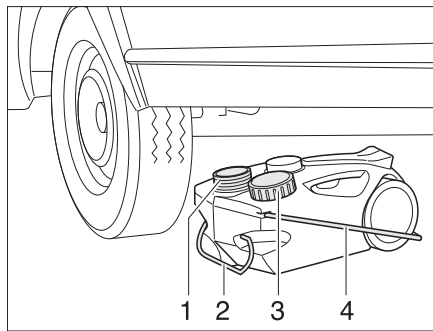

Fig. 146 Depósito de aguas residuales, con ruedas
- Cerrar la abertura del depósito de aguas residuales (Fig. 146,1) con la tapa (Fig. 146,3).
- Extraer el depósito de aguas residuales por el tirador (Fig. 146,2).
- Abatir hacia arriba el tirador (Fig. 146,4) y colocar el depósito de aguas residuales.